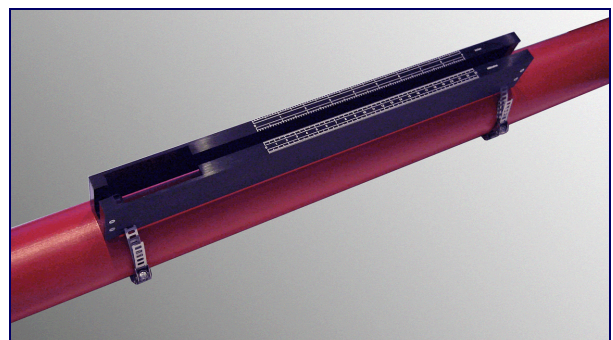

Abbildung 2.5
2. Ordnen Sie die Führungsschiene waagrecht in einem Winkel von 45° zur Waagerechten auf dem Rohr an und befestigen Sie die Schiene mit dem Edelstahlband, siehe Abbildung 2.5.